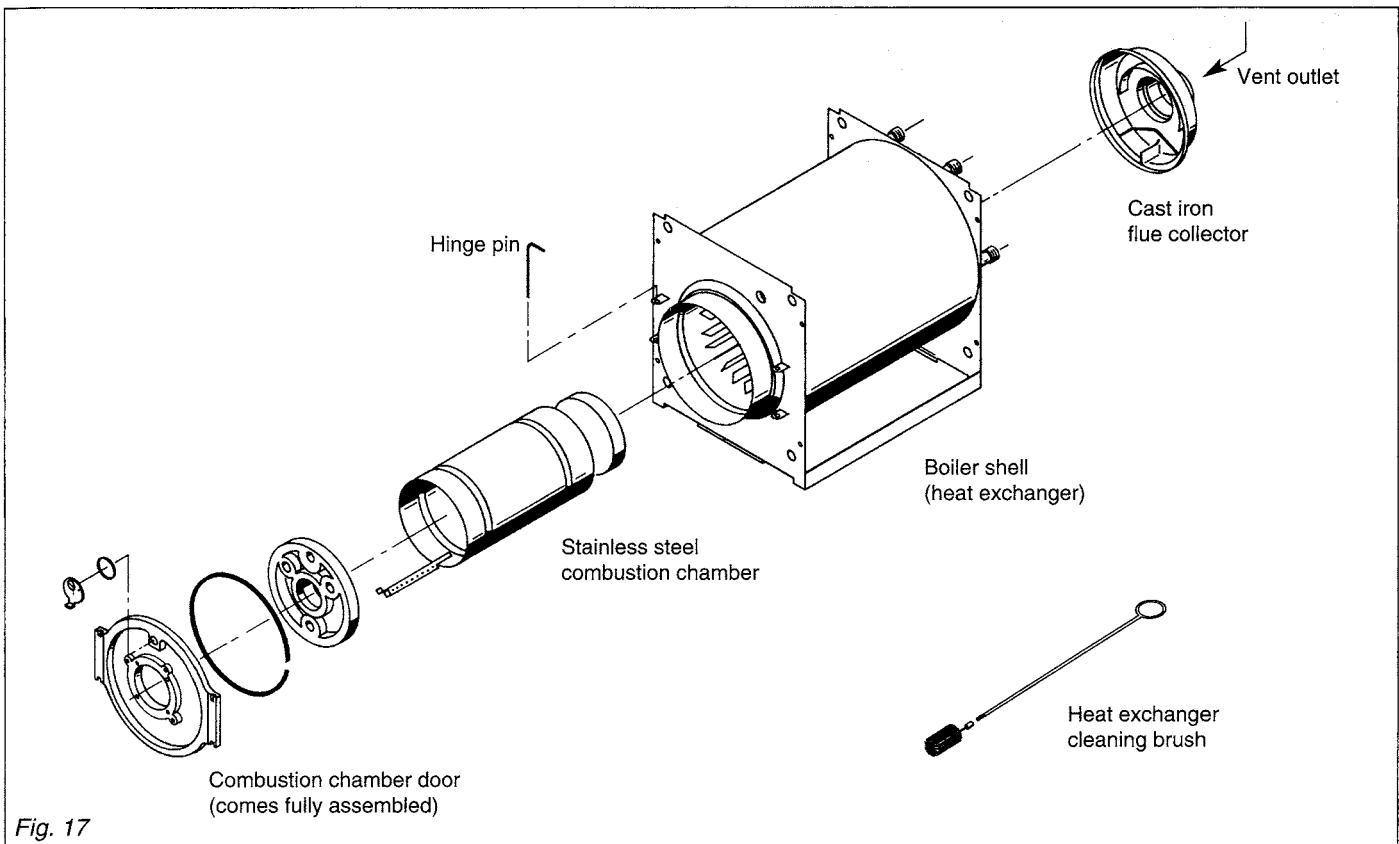

Fig. 17
10. Attach combustion chamber door (see Fig. 17).